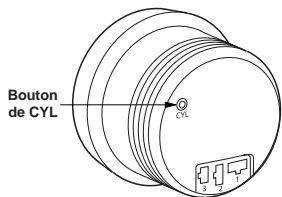

Figure 4
2. Coupez l'alimentation parvenant au tachymètre (placez la clé d'allumage en position «OFF»). Appuyez sur le bouton «CYL» et tenez-le enfoncé (petit bouton ROUGE situé à l'arrière du tachymètre (voir la Figure 4); mettez ensuite le tachymètre sous tension (tournez la clé d'allumage en position «ON»).